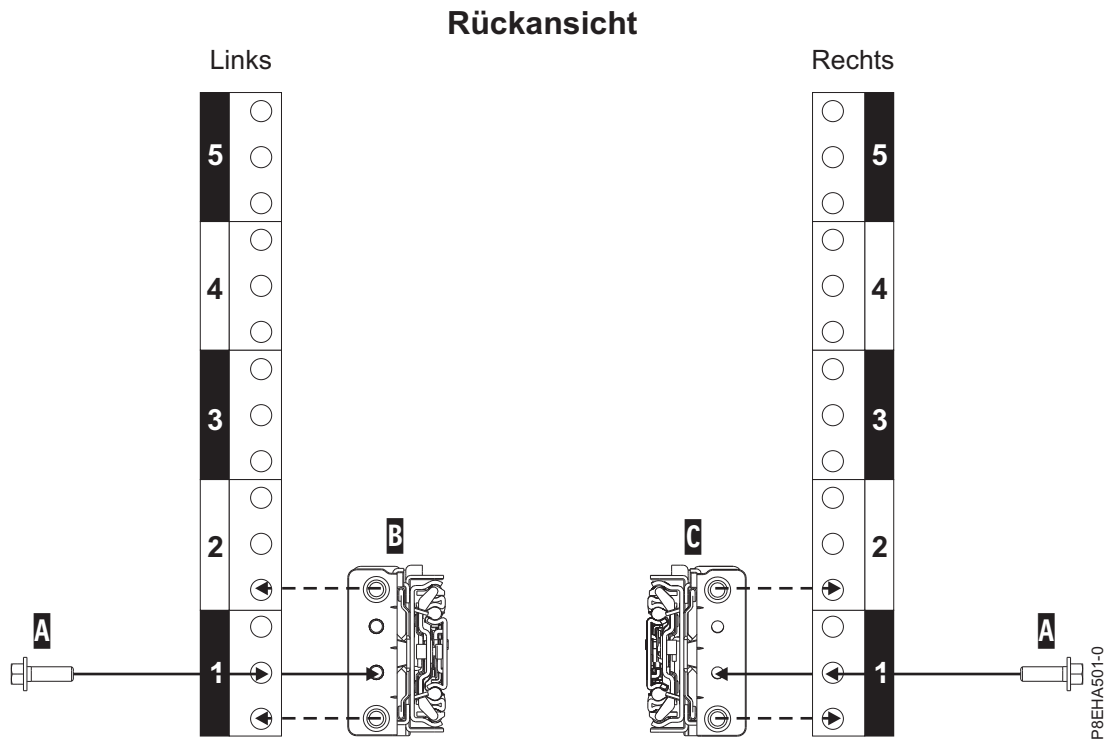

Abbildung 5. Schienen an der Rückseite des Racks befestigen
12. Sichern Sie die linke (B) und rechte Schiene (C) mit einer M5x16-mm-Schraube (A), wie in Abb. 5 gezeigt. Setzen Sie die Schrauben in die Gewindeschienenflanschbohrungen ein, die sich in der mittleren Bohrung der untersten EIA-Rackeinheit befinden, und ziehen Sie sie fest.